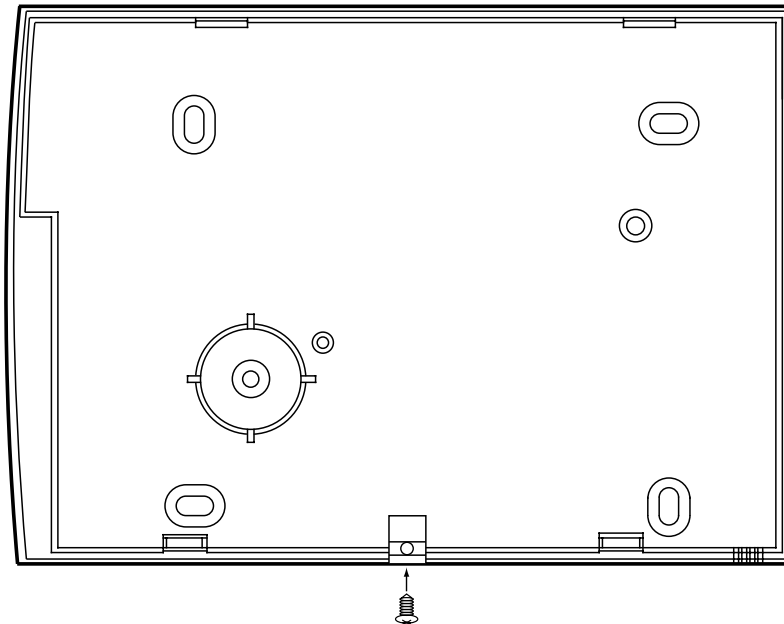

Figure 5. Embase du clavier 09930FR-50
L'embase du clavier 09930FR-50 comporte une cale ajustable qui doit être utilisée afin de vérifier que le contact d'autoprotection fonctionnera correctement si le clavier doit être installé sur une surface inégale. La figure 5 ci-dessous représente l'embase du clavier ainsi que la position des trous de fixation.
2. Maintenir l'embase contre le mur et marquer l'emplacement du trou central dans la cale ajustable (se reporter à la figure 5).
Le secondaire du transformateur secteur est raccordé sur le circuit imprimé principal (se reporter à la figure 5 pour connaître l'emplacement de ce secondaire).